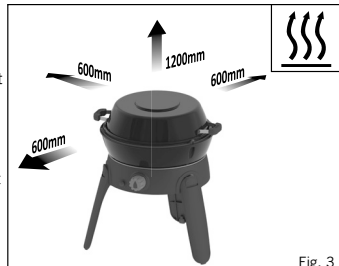

Fig. 3
- Cet appareil doit être tenu à l'écart des matières inflammables pendant l'utilisation. Les distances de sécurité minimales sont les suivantes : Au-dessus de l'appareil : 1,2 m. À l'arrière et sur les côtés : 600 mm. (Voir Fig. 3)